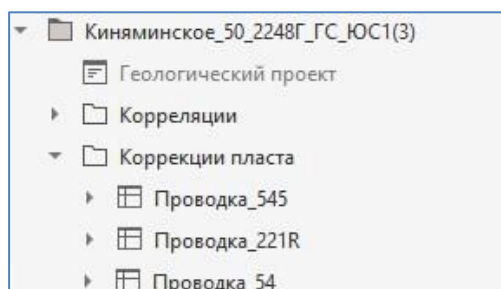

Рисунок 9. Отображение сохраненного состояния окна геонавигации в дереве проекта
- 10) Чтобы сохранить некоторое состояние окна геонавигации, нажмите на кнопку  на панели инструментов. Сохраненное состояние окна геонавигации отобразится в дереве проекта в папке «Коррекции» (Рисунок 9).